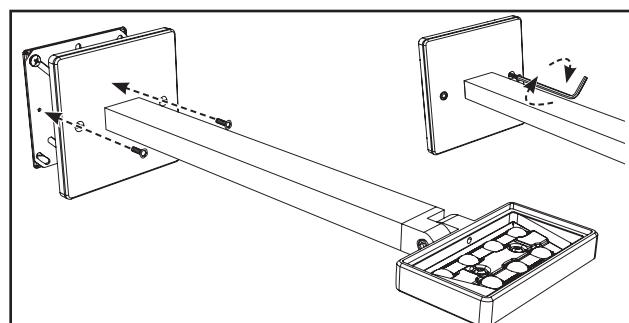

Figura 3.
- Alinee la junta y la placa de pared sobre la caja de derivación y la placa de montaje e inserte los dos tornillos incluidos en los orificios de montaje. Asegure la placa trasera a la placa de montaje por medio de una llave allen de 5/64". (Figura 3.)